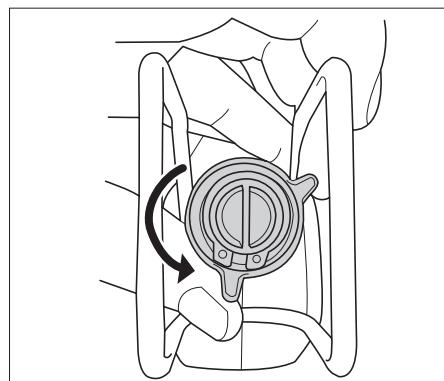

図2
- ブレードホルダーを図2の位置まで動かすとロックが解除されます。この状態のまま図3の方向にブレードを奥までしっかり差し込んでください。差し込みましたら、ホルダーから手を離せばホルダーは元に戻りロックされます。取付けが終わりましたら、ブレードが抜けないうちを確認してください。
- ブレードの取外しも取付け同様ブレードホルダーを図2位置まで動かしてロックを解除させて引き抜きます。